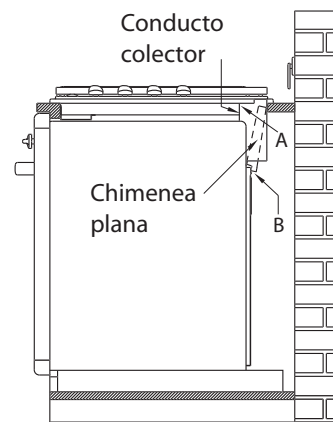

Fig. 3
Cuando el horno se ubique en un mueble independiente sobre mesada es necesario conectar un conducto flexible al extremo del emboque del colector de gases calientes ubicado en la parte posterior superior del horno, de 98 mm de diámetro (Fig. 3).
- Si el horno será instalado debajo de un anafe, reemplace el colector de salida de los gases calientes por la chimenea plana y el conducto colector de gases provistos con el anafe (Ver “Ventilación del nicho del horno – Cuando el horno se ubique debajo de un anafe” Fig. 3).